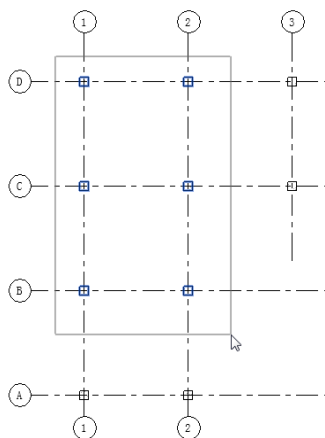

图 10-27 框选结构柱
- (5) 用户也可以直接框选轴线，如图 10-27 所示，在选中的轴网交点处放置独立基础，单击